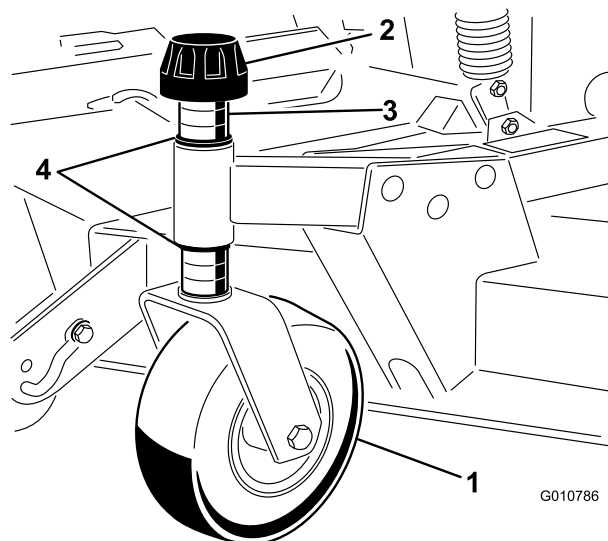

図 8
1. スピンドルシャフトからテンショニングキャップを外し、前キャストアームからスピンドルを抜き出す図 8。